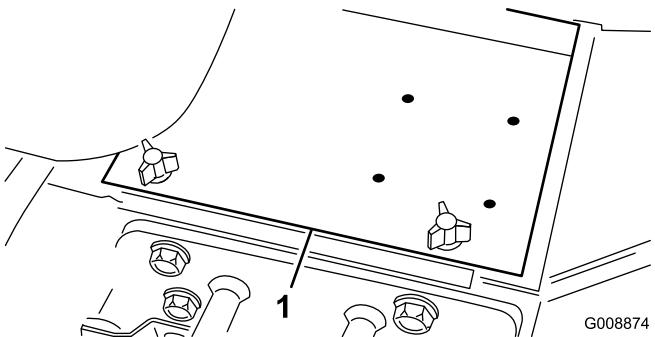

Figura 4
- Retire a cobertura da bateria (Figura 4).